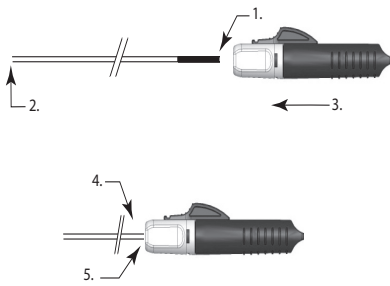
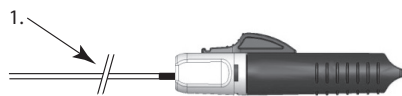

Figura 3
Figura 4
- Segure a extremidade proximal do introdutor do implante na extremidade distal do indicador de carga. Avance o dispositivo de destacamento instantâneo (DDI) sobre a extremidade proximal do introdutor do implante até o indicador de carga entrar completamente no funil e o introdutor estar devidamente encaixado no acionador (consulte a Figura 3).
Nota: Se a banda do indicador continuar visível tal como na Figura 4 abaixo, o dispositivo de destacamento instantâneo (DDI) deve ser avançado mais um pouco até o introdutor do implante estar completamente encaixado no funil, conforme a Figura 3 acima.